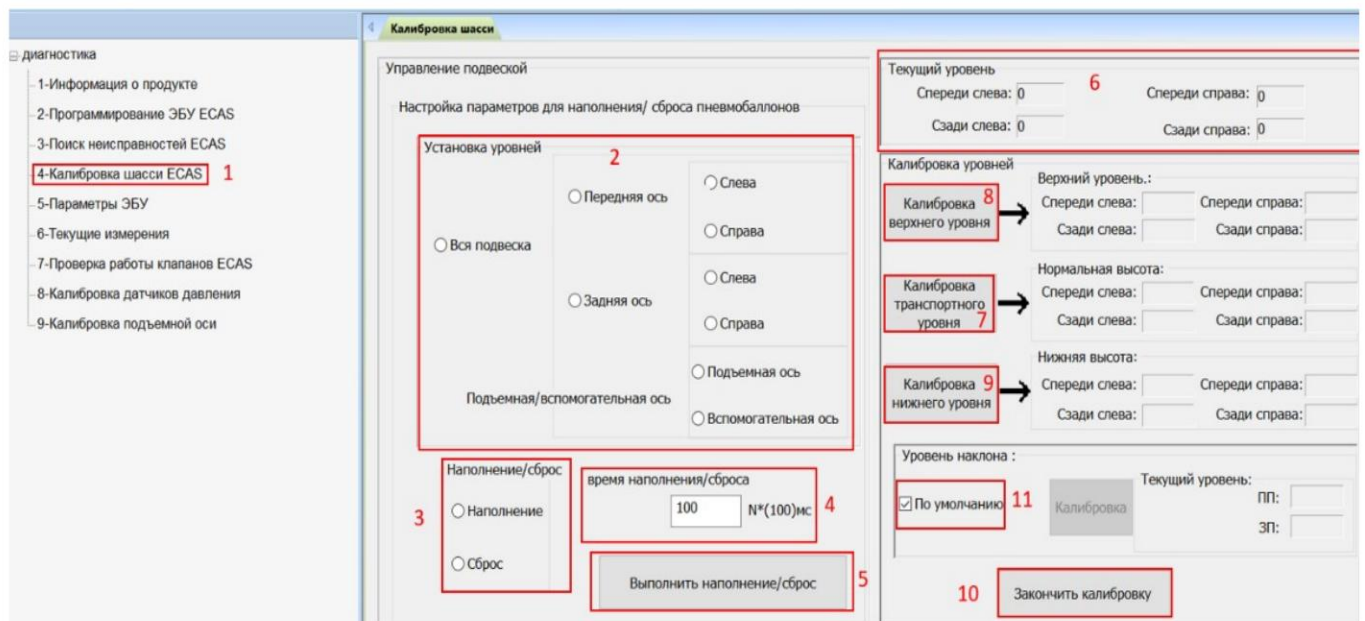

рис. 21.3 Калибровка шасси ECAS
1. Нажмите "Калибровка шасси ECAS " на левой панели навигации, (рис. 21.3);
«Время задержки регулирования»- задается время, до истечения которого не произойдет автоматической регулировки пневмоподвески, при выходе значений текущего уровня (п.6, рис.21.3) за пределы допуска (п.6, рис.22).